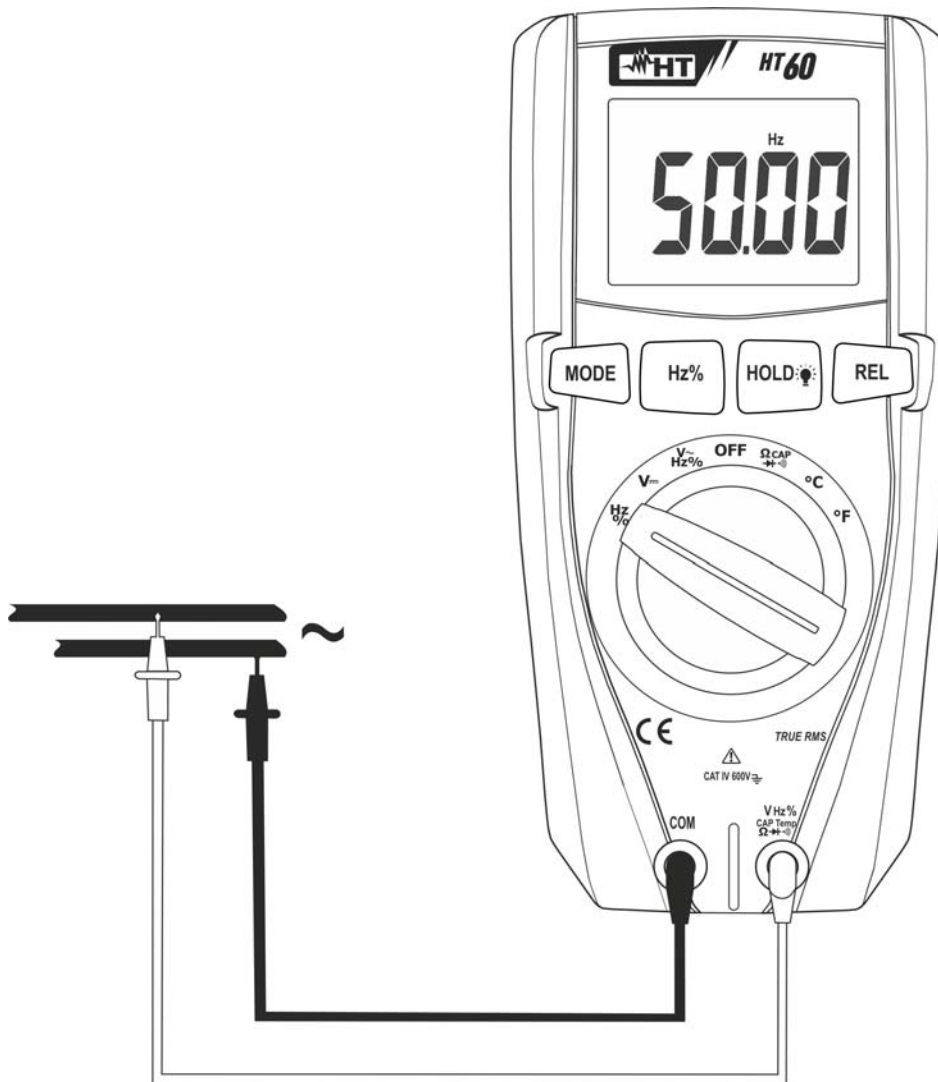

Fig. 6: Utilisation de l'instrument pour les mesures de Fréquence et Duty Cycle
3. Positionner les embouts sur les points désirés du circuit sous test (voir Fig. 6). La valeur de la fréquence est visualisée à l'écran